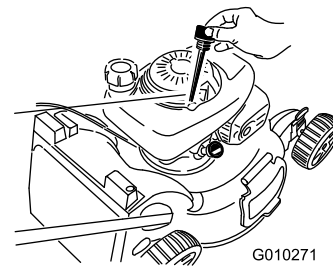

Figura 44
3. Girate il tappo in senso antiorario ed estraete l'asta di livello (Figura 44).
4. Inclinate la macchina sul fianco (di modo che il filtro dell'aria si trovi in alto) per scaricare l'olio usato attraverso il tubo di riempimento (Figura 44).